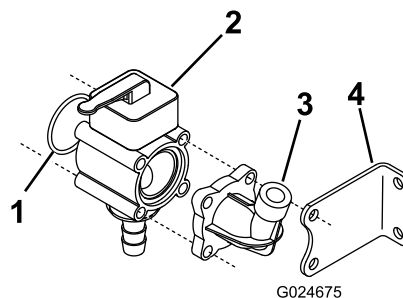

Bild 4
3. Befestigen Sie den O-Ring, das manuelle Ventil, den vorher entfernten Druckmanometeranschluss und die Stabilisierungshalterung mit den vier Gewindestangen und den aufbewahrten Scheiben und Muttern, siehe Bild 4.